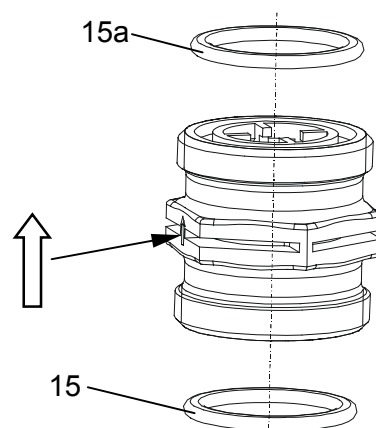

fig. 9-1
9.1 Sustitución de las válvulas (fig. 9-1)
2. Quitar con cuidado la junta (fig. 9-1, pos. 15)